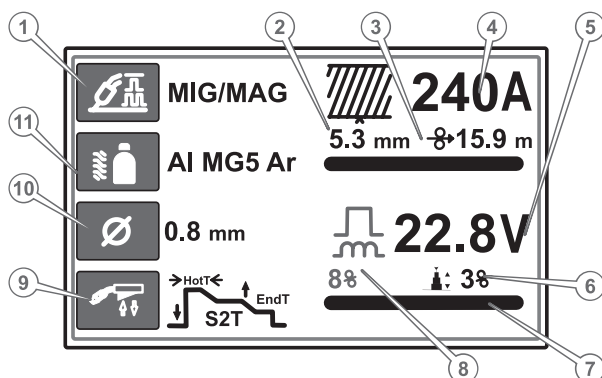

Рисунок 8. Приклад головного меню із зображенням рекомендованих параметрів у режимі зварювання MIG/MAG.
12. Обрати режим «MIG/MAG», обертаючи регулятор (3, рис.1) до встановлення підсвічування на позначці (1, рис. 8).
- кнопкою-регулятором (3, рис. 1) вибрати діаметр зварювального дроту (10, рис. 8);
- кнопкою-регулятором (3, рис. 1) вибрати режим управління пальником (9, рис. 8):